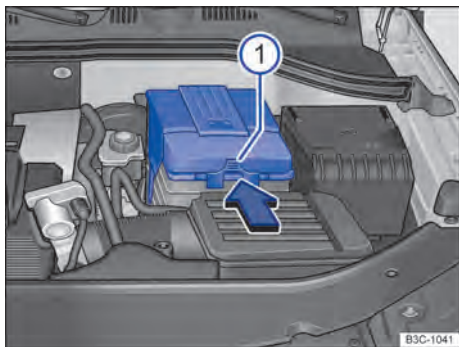

Fig. 205 No compartimento do motor: retirar a cobertura de plástico da bateria do veículo (versão 1).
- Com uma cobertura de plástico: pressionar sobre a tira ⇒ Fig. 205 no sentido da seta e retirar a cobertura de plástico para cima.